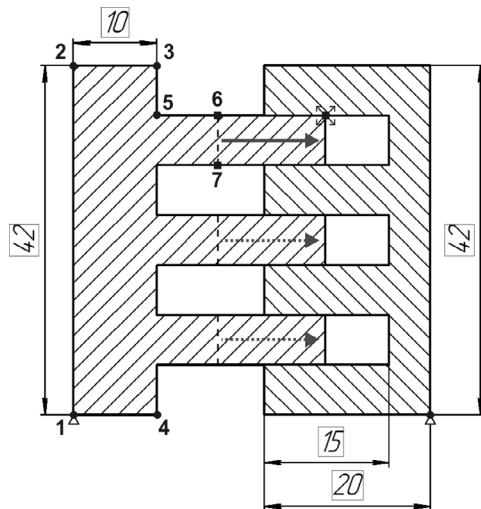

Рис. 62.60.
9. Выделите отрезок 6–7 и переместите его вправо (рис. 62.60).